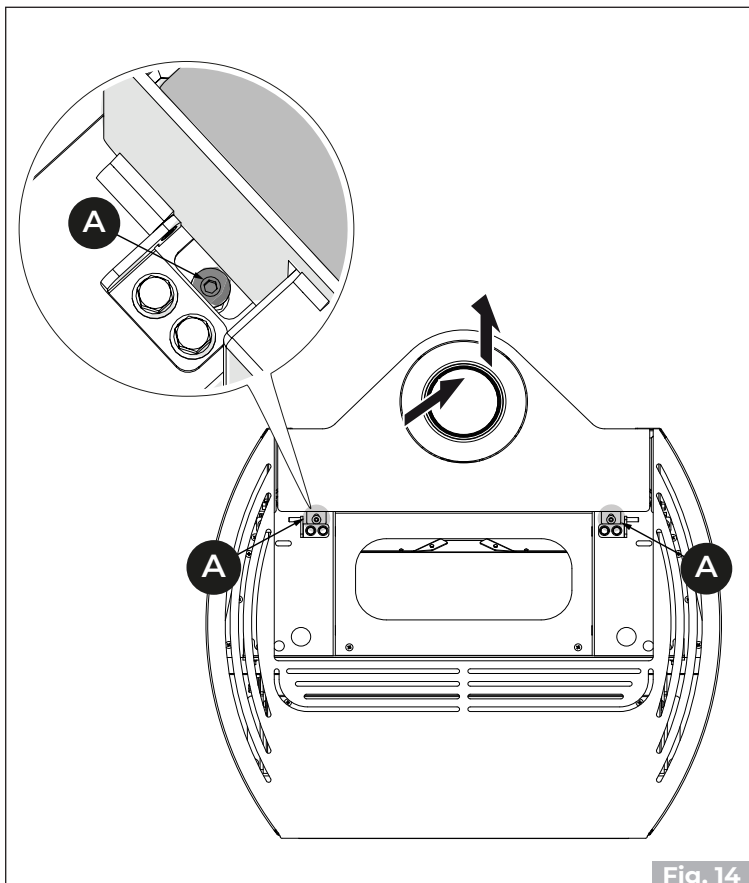

Fig. 14
- Lösen Sie die Schrauben **(A)** und ziehen Sie die Platte heraus **(B)** (**Fig. 14**)